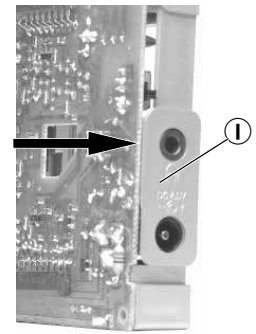

Fig. 6
- Buchsenabdeckung ⑨ (Fig. 6/7) nach außen drücken.
- Press the socket cover ⑨ (Fig. 6/7) outwards.